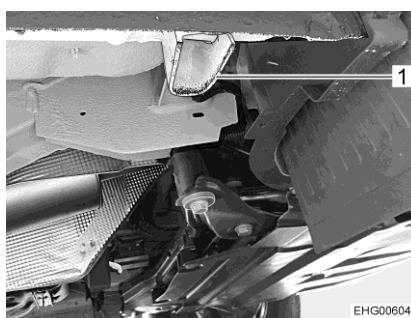

Bild 230 Fäste framaxel
- Om ett hjul på framaxeln ska bytas: Placera domkraften på avsett fäste (Bild 230,1).